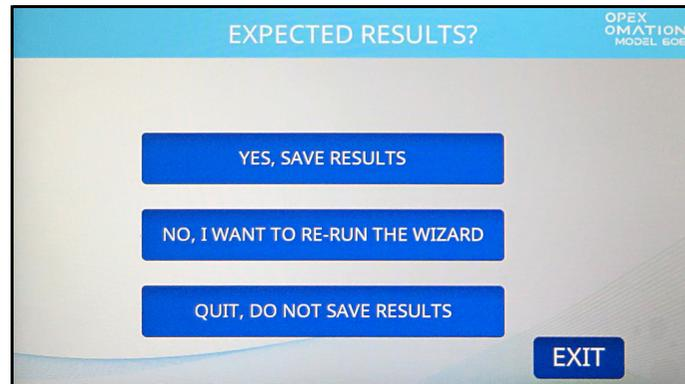

Abbildung 6-28: Ergebnisse speichern
13. Bei der letzten Aufforderung des Sortierassistenten werden die Ergebnisse gespeichert (Abbildung 6-28). Drücken Sie **YES, SAVE RESULTS (JA, ERGEBNISSE SPEICHERN)**.